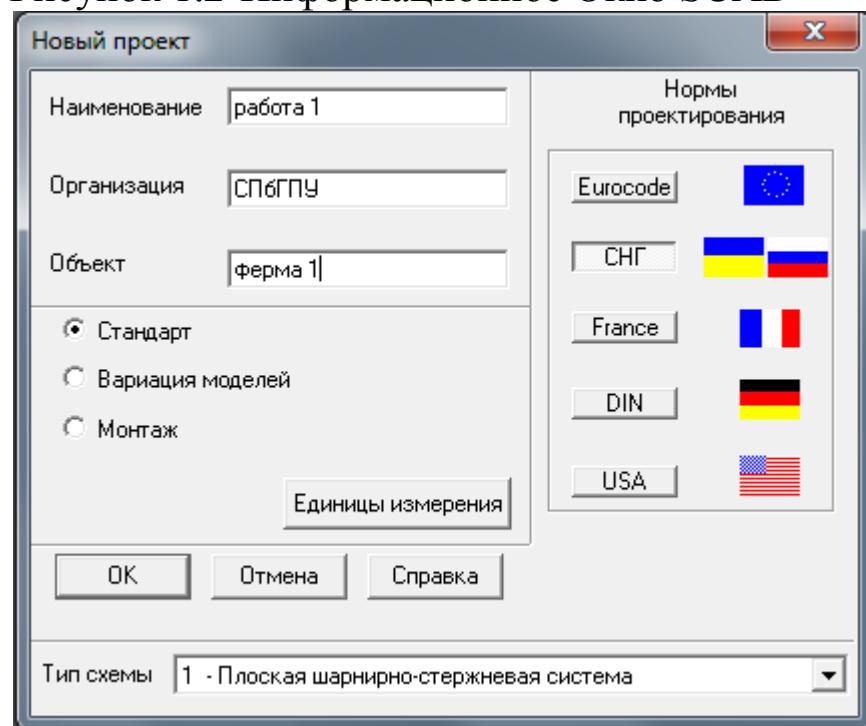

Рисунок 1.3- Диалоговое окно SCAD для создания нового проекта
2. Для создания нового проекта следует курсор установить на однотипной кнопке «Создать новый проект» инструментальной панели и нажать левую кнопку мыши. На экране появится диалоговое окно Новый проект (рис.1.3).